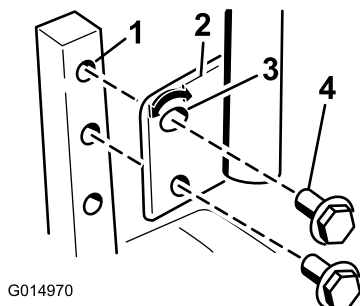

Figure 23
1. Retirez les 2 boulons qui fixent le levier de commande à l'arbre du bras de commande (Figure 23).
3. Fixez le levier avec les 2 boulons (Figure 23).
2. Desserrez le boulon inférieur jusqu'à ce qu'il soit possible de faire pivoter le levier de commande en avant ou en arrière (Figure 23). Resserrez les deux boulons pour fixer la commande à sa nouvelle position.